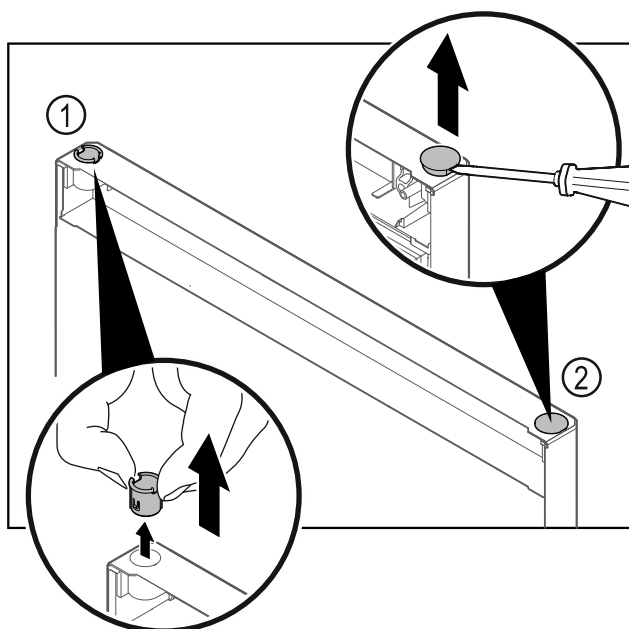

Fig. 39 Deur vriesgedeelte
- ▶ Scharnierbus Fig. 39 (1) met de vingers eruit trekken.
- ▶ Afdekstop Fig. 39 (2) voorzichtig met een sleufschroevendraaier optillen en eruit trekken.